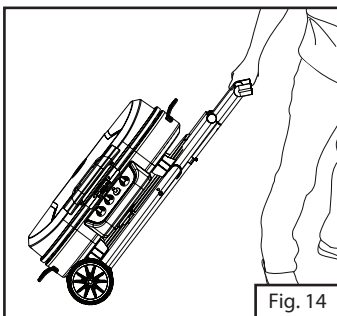

Fig. 14
13. Une fois les pattes verrouillées en place, retourner le gril afin que le couvercle soit dirigé vers le haut à nouveau. Le gril peut maintenant être déplacé facilement d'un endroit à l'autre sur le site de camping ou dans votre cour, ce simplement en se servant de la poignée de traction. (Fig. 14)